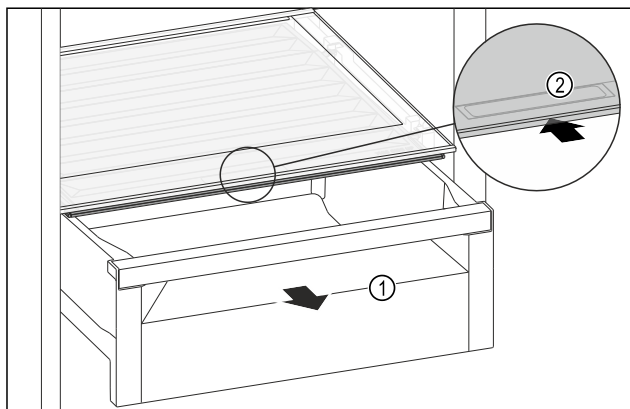

Fig. 207
- Trekk ut skuffen Fig. 207 (1).
- Ta tak i det innfelte grepet Fig. 207 (2) på lokket, og skyv lokket samtidig bakover.